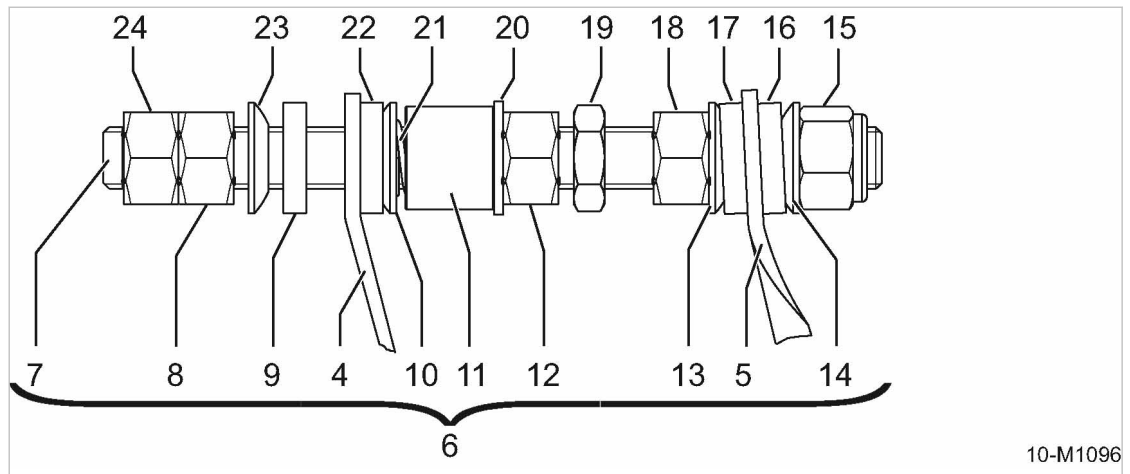

Fig. 80 Spaninrichting generator-aandrijfriem
Positieaanduidingen, zie afbeelding 80.
1. Demonteer spaninrichting (zie afbeelding 80):
- Draai oer (24) en (8) los en borg ze weer tegen elkaar aan het uiteinde van draadstang (7).
- Zet oer (19) en (12) los zodat de spanning op het spanelement (4) vermindert en de aandrijfriem wordt ontlast.
- Zet de oer (18) los.
- Draai de spaninrichting (6) met behulp van oer (8) uit de zelfborgende oer (15).
- Demonteer spaninrichting (6) uit spantuielaar (4) en houder voor riemspanner (5).
3. Monteer spaninrichting (zie afbeelding 80):
- Monteer de spaninrichting (6) in de houder voor de riemspanner (5) en spantuielaar (4) volgens de afbeelding.
- Borg oer (8) aan oer (24).
- Trek de spaninrichting (6) aan de motorzijde met oer (15) aan. Hierbij wordt de spaninrichting in de zelfborgende oer (15) gedraaid.
- Met schroefsleutel oer (18) vastzetten. Draai met een tweede schroefsleutel de oer (8) linksom aan. Borg daarbij de oer (18) met een druppel "vloeibare, oplosbare schroefborging" tegen lossen.